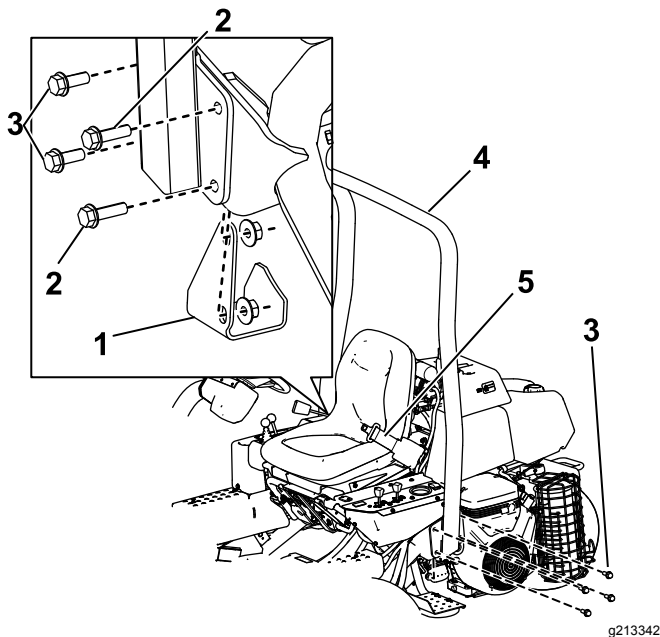

Figure 6
2. Abaissez l'arceau de sécurité (Figure 6) sur les supports de montage en alignant les trous de fixation.
3. Fixez le côté gauche de l'arceau de sécurité au support de montage avec 4 boulons (½" x 1½") et contre-écrous (Figure 6).
(½" x 1½"), 2 boulons (½" x 1¾"), 1 rondelle et des contre-écrous, comme montré à la Figure 6.